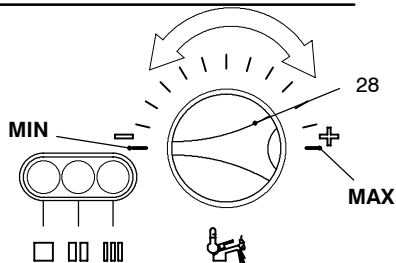

fig. 7.5
- 11 Ruotare la manopola di temperatura sanitari 28 al minimo fig. 7.5